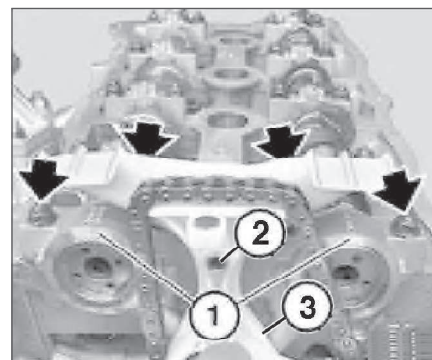

Рис. 3.179. Опорная перемычка
- Вывернуть болт (2) крепления направляющей планки (3, рис. 3.179)